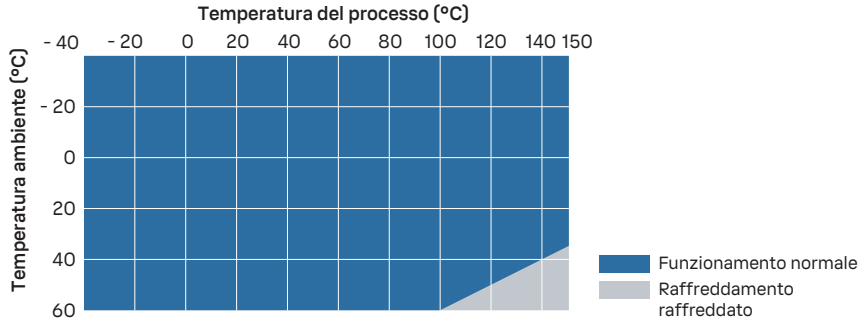

Figura 26 Temperatura di processo e raffreddamento consigliato
- Utilizzare un raffreddamento aggiuntivo in base a Figura 26 \(pagina 133\). Si noti che i valori in figura sono indicativi. Il raffreddamento richiesto dipende dal luogo di installazione e dall'ambiente.